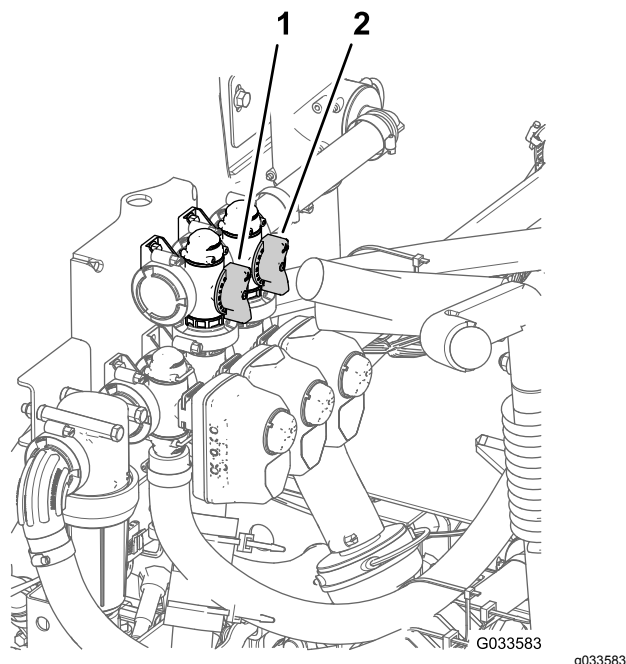

Рисунок 88
11. Отрегулируйте клапан перепуска перемешивания (**Рисунок 88**) на задней стороне клапана перемешивания таким образом, чтобы показание давления по манометру составило 6,9 бара.
8. С помощью главной ручки перепуска секций отрегулируйте интенсивность перемешивания в баке (**Рисунок 88**).